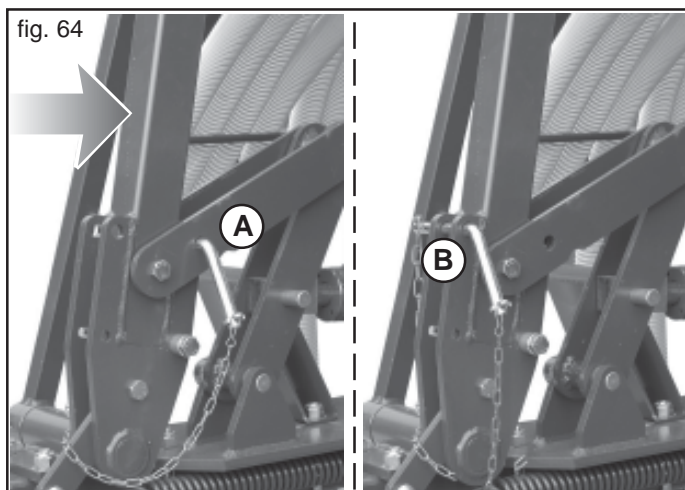

fig. 64
Avant de mettre en marche l'installation hydraulique du traceur, exercer une légère pression avec la main sur le bras traceur dans le sens de la flèche (Fig. 64). Puis, décrocher les sécurités montées sur les deux bras (A Fig. 64) et les placer comme l'indique la Figure 64 (B). Lors des déplacements routiers, bloquer les bras traceurs en position verticale, moyennant les dispositifs de sécurité prévus (A Fig. 64).
- Décrocher les sécurités (Fig. 64) et ouvrir manuellement les bras traceurs jusqu'à ce qu'ils reposent au sol.